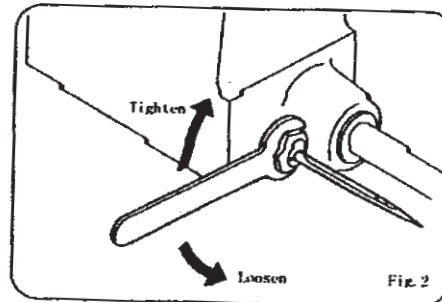

Fig. 2
2. Needle Setting (Fig. 2,3,4)